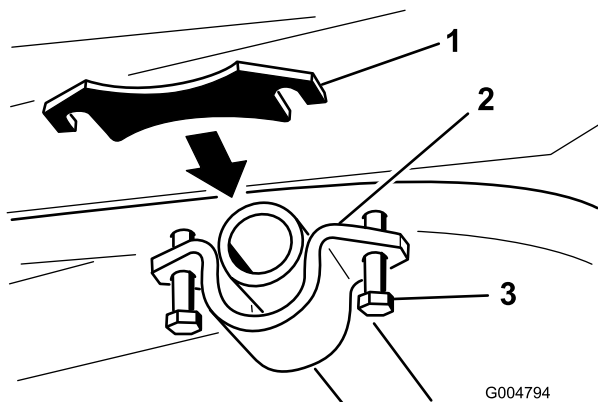

Bild 22
6. Lösen Sie die Schrauben, mit denen die Schwenkrohrhalterung befestigt ist, um einen Abstand zwischen dem Rahmen und der Schwenkrohrhalterung zu erhalten (Bild 22).